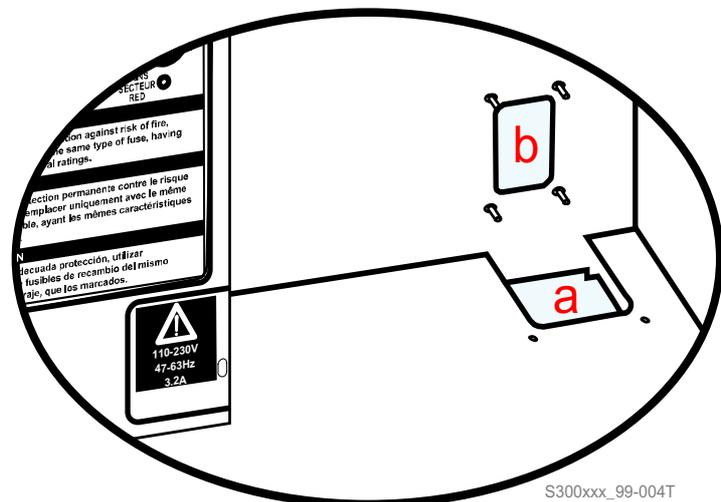

Figura 5.5.g Opciones de salida del cable de red.
- 2) Introduzca el conector macho del cable de red por el orificio [a] en la *Figura 5.5.g Opciones de salida del cable de red*.